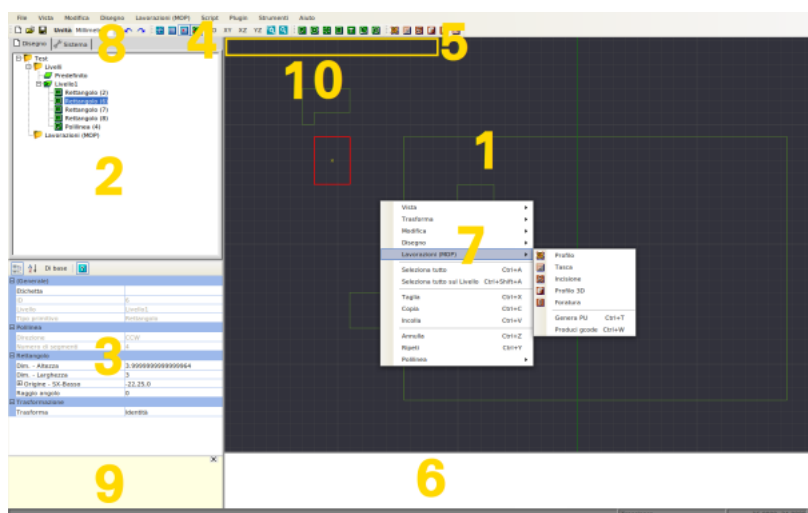

Figura 1.1.: L'interfaccia Utente
Descrizione della Figura 1.1 L'interfaccia Utente
1. Le schede **Disegno** e **Sistema** riferimento 8 in Figura 1.1 L'interfaccia Utente; Indicate anche con il riferimento (1) nella Figura 1.2a si trovano sopra la **vista ad albero**:
1. La **vista ad albero** riferimento 2 in figura 1.1 L'interfaccia Utente
2. La **finestra proprietà** riferimento 3 in figura 1.1 L'interfaccia Utente
- L'icona  alterna la visualizzazione del riquadro giallo in fondo alla schermata contrassegnato nella figura come **Area informazioni** (e presente con il riferimento 9 nella figura 1.1) dove viene mostrato il testo descrittivo della proprietà selezionata nella **finestra proprietà**.